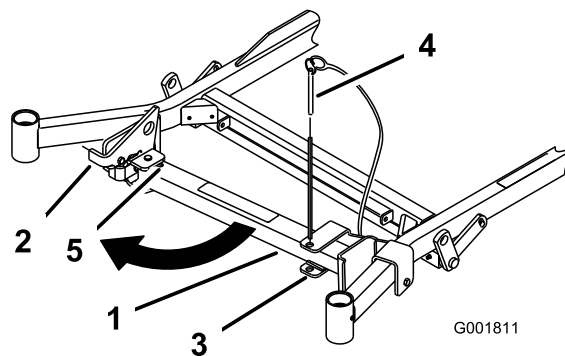

Figura 33
2. Togliete il perno dalla staffa (Figura 33).
7. Riportate il supporto in posizione di riposo (Figura 33).